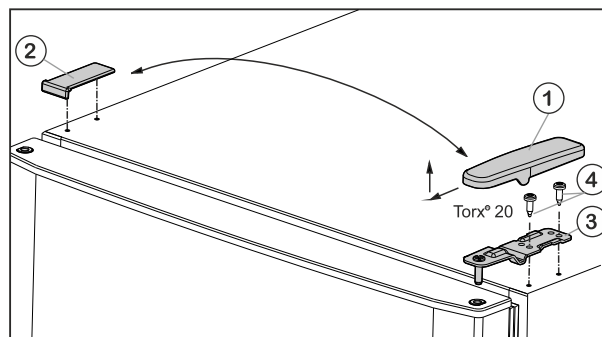

Fig. 6
- ▶ Pokrov Fig. 6 (1) snemite s potegom naprej in navzgor.
- ▶ Dvignite pokrov Fig. 6 (2).
- ▶ Odvijte zgornji ležajni podstavek Fig. 6 (3) (2-krat Torx® 20) Fig. 6 (4) in ga s potegom navzgor snemite.
- ▶ Zgornji ležajni podstavek Fig. 6 (3) vstavite na vrata na novi strani s tečaji.
- ▶ Zgornji ležajni podstavek **trdno (s 4 Nm)** privijte (2-krat Torx® 20) Fig. 6 (4). Po potrebi uporabite akumulatorski izvijač.
- ▶ Pokrov Fig. 6 (1) na nasprotni strani od zunaj namestite in pripnite.
- ▶ Pokrov Fig. 6 (2) na nasprotni strani tudi od zgoraj namestite in pripnite.